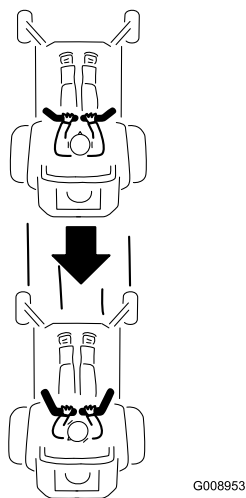

Figura 17
2. Para ir hacia atrás, tire lentamente de las palancas de control de movimiento hacia atrás (Figura 17).
Para ir recto, aplique la misma presión a ambas palancas de control de movimiento (Figura 17).